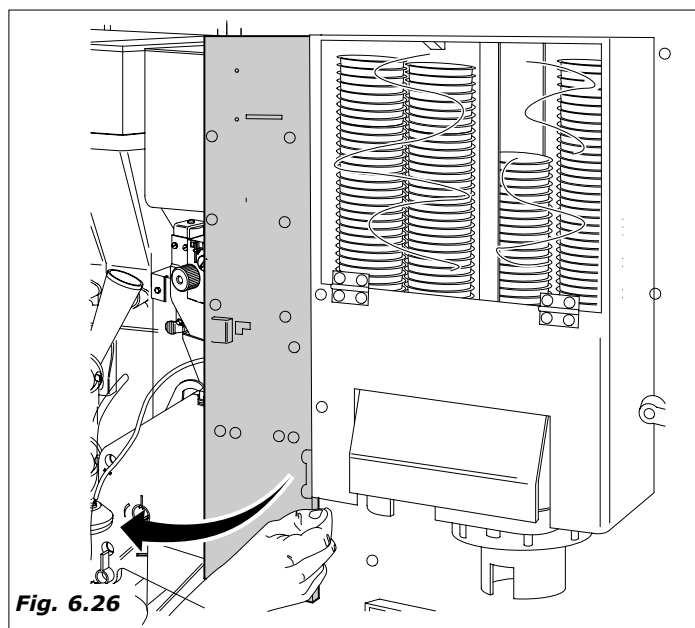

Fig. 6.26
- Abrir la compuerta de la placa Master (Fig. 6.26)